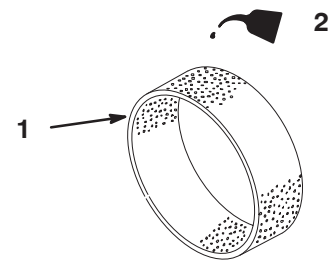

Bild 32
4. Gießen Sie etwas Öl auf den Einsatz (Bild 32).